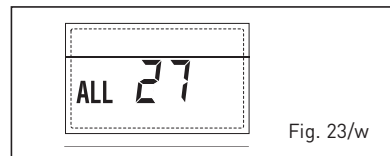

Fig. 23/w
- ANOMALIA COERENZA INGRESSO (S3) SOLO PER IMPIANTO 7 "ALL 28" (fig. 23/y)